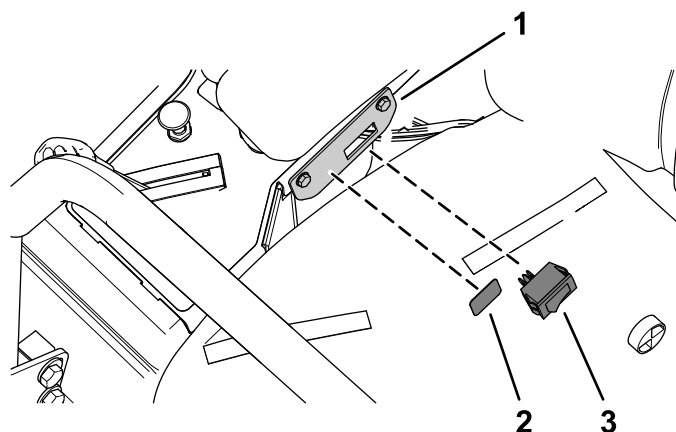

Figure 8
2. Insérez l'interrupteur à bascule dans son support (Figure 8).
3. Appliquez l'autocollant de l'interrupteur d'éclairage sur l'interrupteur (Figure 8).